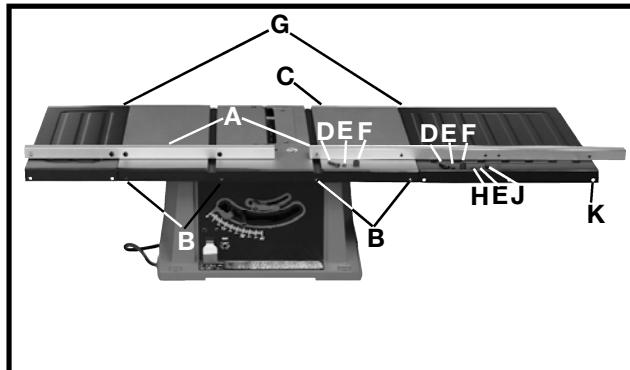

Fig. 19
1. Sujetando el riel de guía con los orificios más grandes hacia usted, **ajuste sin demasiada firmeza los rieles de guía (A)**, Fig. 19, a los cuatro orificios enroscados (B) en la mesa de la sierra (C) con dos tornillos largos de 1/4-20 x 1-1/4" (D), arandelas de bloqueo 1/4" (E) y espaciadores (F).
**IMPORTANTE:** los espaciadores (F), Fig. 19, están posicionados entre los rieles de guía (A) y la mesa de la sierra (C).
2. **Ajuste los rieles de guía (A), Fig. 19, a las bases de extensión (G)** a través del orificio (K) con el tornillo largo de 1/4-20 x 1-1/4" (D), la arandela de bloqueo de 6,35 mm (1/4") (E), el espaciador (F), la arandela plana de 6,35 mm (1/4") (H), la arandela de bloqueo de 6,35 mm (1/4") (E) y la tuerca hexagonal de 1/4-20 (J). A continuación, ajuste todo el equipo de montaje del riel de guía.
**IMPORTANTE:** el espaciador (F), Fig. 19, está entre los rieles guía (A) y las bases de extensión (G).